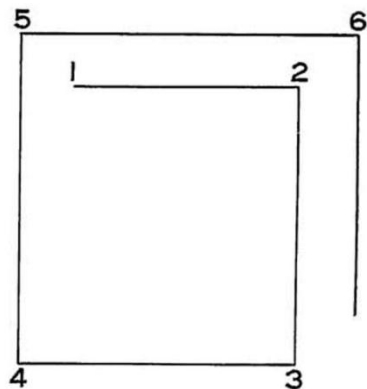

Рис. 8
8. Основы эксплуатации машины (рис. 8)
Нанесите дизайн вышивки (см. рис. 8) на квадратный кусок материала площадью 30см (12 дюймов). Разместите этот кусок материала под прижимной лапкой так, чтобы игла входила в ткань в точке 1. Поверните рукоятку (А) (см. рис. 6) вправо, и крючок иглы повернется в том же направлении. Опустите прижимную лапку, запустите машину, вращая шкив в направлении от себя, а затем захватите рукоятку (А) и потяните ее вниз для запуска машины. При нажатой и повернутой вправо рукоятке, материал продвинется до точки 2; затем поверните рукоятку вперед - и материал продвинется до точки 3, поверните рукоятку влево - и материал продвинется до точки 4 и т.д.